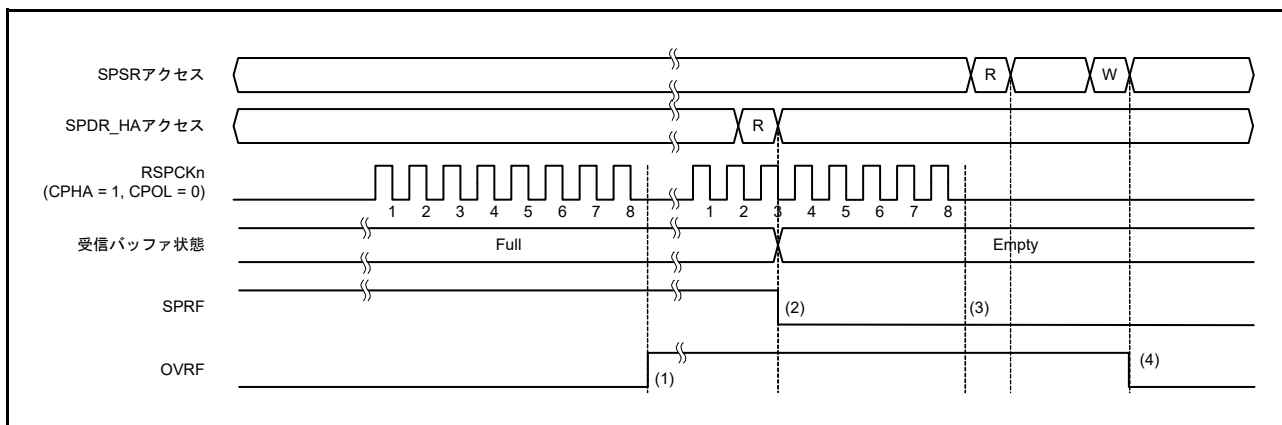

図 32.32 OVRF フラグおよび SPRF フラグの動作例
図 32.32 に、OVRF フラグと SPRF フラグの動作例を示します。図 32.32 に記載した SPSR アクセスと SPDR_HA アクセスは、それぞれ SPSR、SPDR_HA レジスタへのアクセス状況を示しています。“W” は書き込みサイクル、“R” は読み出しサイクルを示しています。図 32.32 では、SPCMDm.CPHA ビットが 1、SPCMDm.CPOL ビットが 0 の設定で、SPI が 8 ビットのシリアル転送を実行しています。RSPCKn 波形の下に記載した数字は、転送ビット数などの RSPCK サイクル数を示しています。
以下に、図 32.32 の (1) ~ (4) に示したタイミングでのフラグの動作内容を説明します。
- (1) SPRF フラグが 1 (受信バッファフル) の状態でシリアル転送が終了すると、SPI がオーバーランエラーを検出し、OVRF フラグを 1 にします。SPI はシフトレジスタのデータを受信バッファにコピーしません。また、SPPE ビットが 1 であってもパリティエラーの検出は行いません。SPI0 のマスタモードの場合、SPI は SPCMDm レジスタに対するポインタの値を SPSR.SPECM[2:0] ビットにコピーします。
- (2) SPDR_HA レジスタを読み出すと、SPI は受信バッファのデータを出力します。その後、SPRF フラグが 0 になります。受信バッファが空になっても、OVRF フラグは 0 になりません。
- (3) OVRF フラグが 1 の状態 (オーバーランエラー) でシリアル転送が終了した場合には、SPI はシフトレジスタのデータを受信バッファにコピーしません (SPRF フラグは 1 になりません)。受信バッファフル割り込みも発生しません。また、SPPE ビットが 1 であってもパリティエラーの検出は行いません。SPI0 のマスタモードの場合、SPI は SPSR.SPECM[2:0] ビットを更新しません。オーバーランエラー発生状態で、SPI がシフトレジスタから受信バッファへ受信データをコピーしなかった場合でも、シリアル転送が終了すると SPI はシフトレジスタを空であると判定します。これにより、送信バッファからシフトレジスタへのデータ転送が可能な状態になります。
- (4) OVRF フラグが 1 の状態で SPSR レジスタを読んだ後、OVRF フラグに 0 を書くと、OVRF フラグは 0 になります。